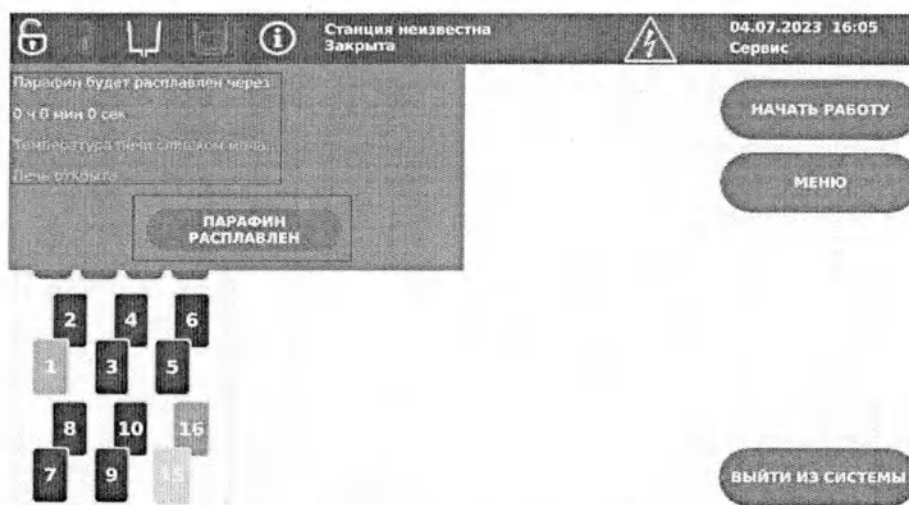

Рисунок 3.21 – Индикатор плавления парафина
4) Индикатор плавления парафина (Рисунок 3.21) – элемент графического интерфейса Пользователя, информирующий о плавлении парафина в парафиновой печи посредством вывода во всплывающем окне следующих параметров, системных сообщений и элементов управления (кнопки):